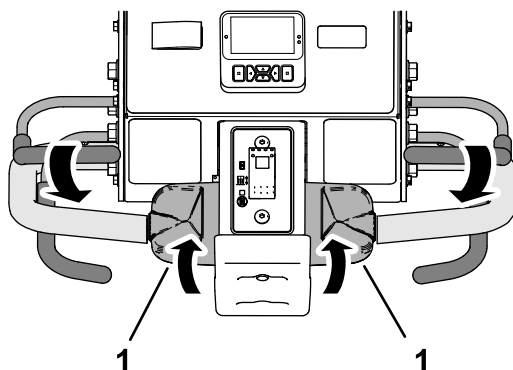

Figura 90
3. Enquanto aperta a pega de presença do operador da barra de ligação, rode lentamente a parte superior do comando da tração para trás (Figura 90).